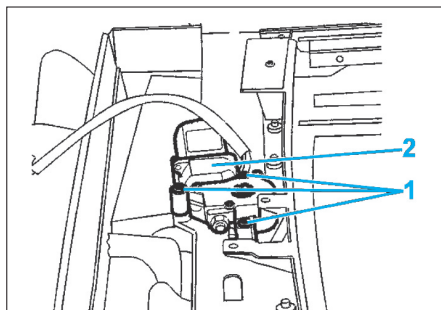

Fig. 61
- Déposer les vis de fixation (1) du moteur de toit ouvrant (Fig.61).
- Déposer le moteur (2).